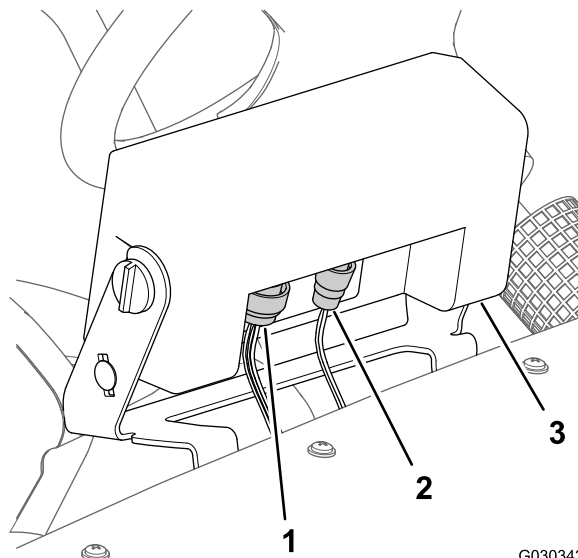

Bild 5
1. Trennen Sie vorne an der Pro Control-Konsole den 3-Stift-Stecker des Maschinenkabelbaums vom 3-Buchsen-Stecker der Steuerkonsole ab (Bild 5).
2. Ziehen Sie den 16-Buchsen-Stecker vom 16-Stift-Stecker an der Steuerkonsole ab (Bild 5).